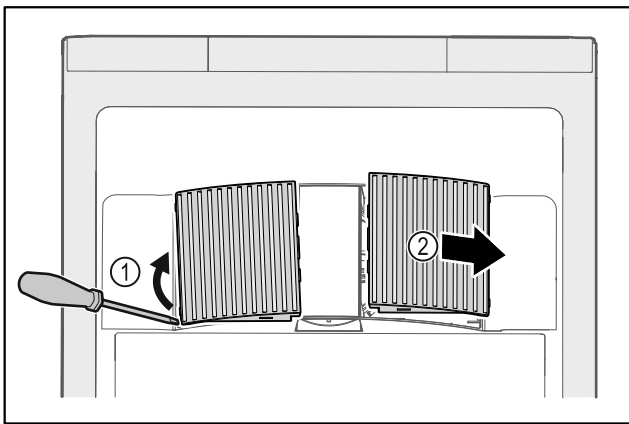

Fig. 140
- ▶ Внимателно повдигнете капаците на вентилаторите от страни Fig. 140 (1) и ги свалете напред Fig. 140 (2).